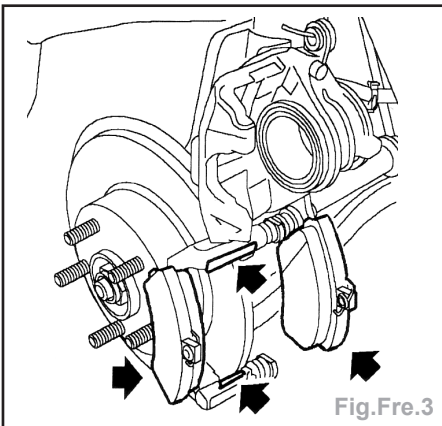

Fig.Fre.3
- Monter les dispositifs de retenue de plaquette sur le support d'étrier (Fig.Fre.3).